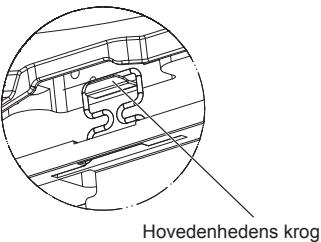

Fig. 10-5
- Sæt skruehullerne i hjørnerne af gitteret ud for skruemonteringshullerne i hjørnerne af hovedenheden, sæt de to kroge på gitteret på afløbsfordybringens fremspring på hovedenheden, og ophæng gitteret midlertidigt. (Fig. 10-5)
- Når skruen er spændt, skal det kontrolleres, at de to gitterkroge (Fig. 10-5) har fat i krogene på hovedenheden.